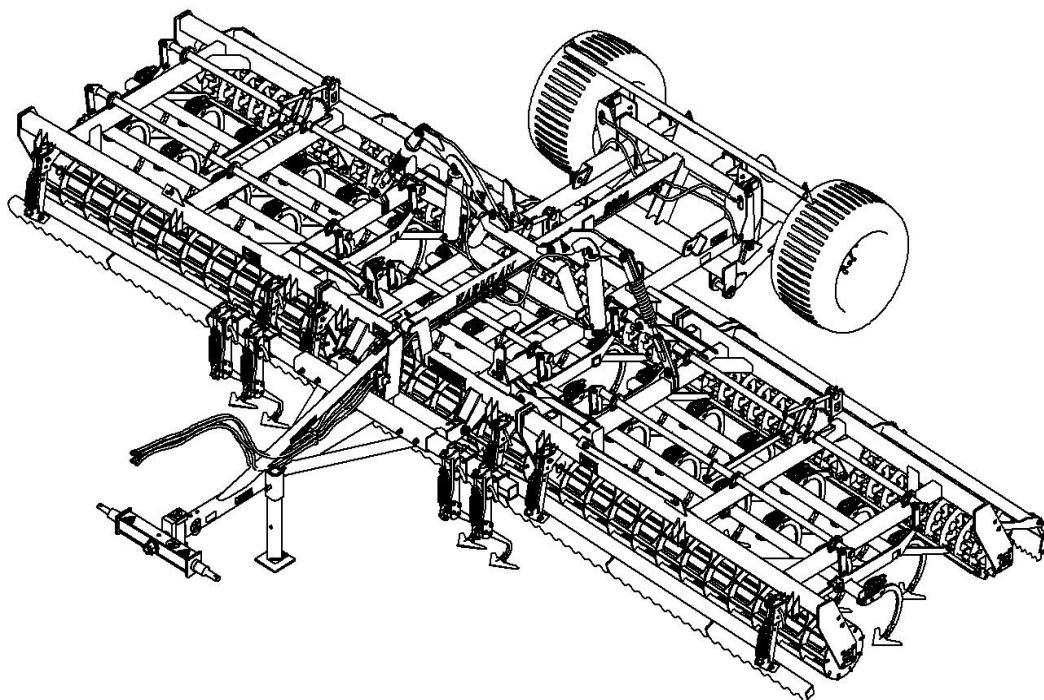

Рисунок 3 – Рабочее положение КСПШ-8.
- разложенное рабочее положение (Рис. 3).
2.5.1 Раскладывание в рабочее положение (Рис.3):